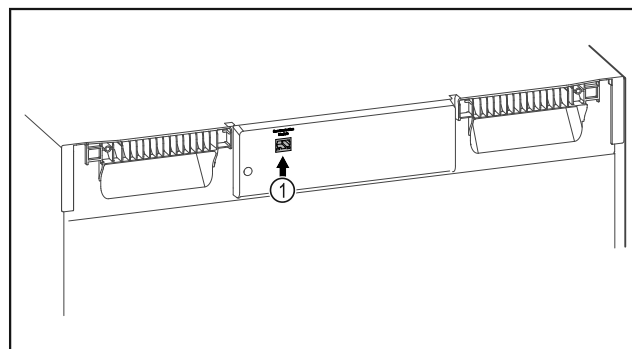

Fig. 105
- SmartModule Fig. 105 (1) on sisse pandud.